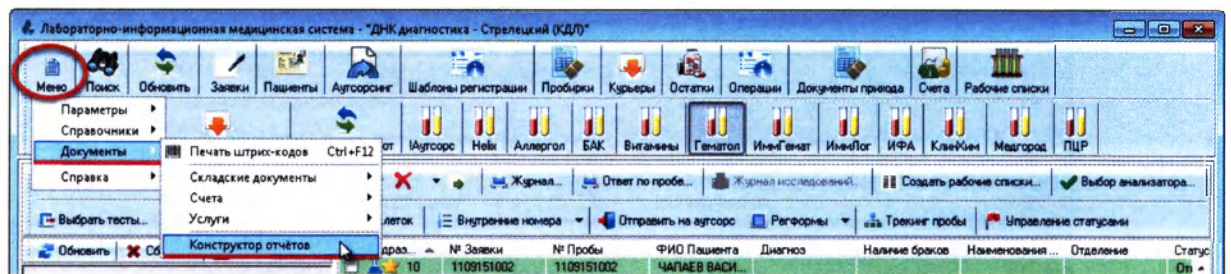

Рисунок 15.13
1. Зайдите: «Меню» → «Документы» → «Конструктор отчетов» (Рисунок 15.13).